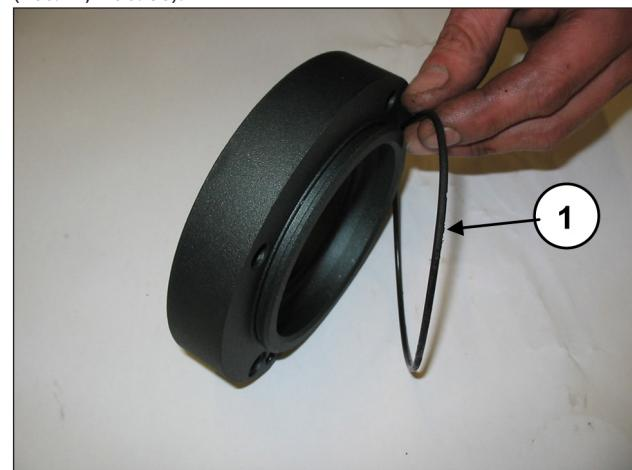

Abb. 65
Montieren Sie an den Zapfwellen-Lagerdeckeln den O-Ring (Pos. ①, Abb. 65) und den O-Ring der Schmierbohrung (Pos. ①, Abb. 66).